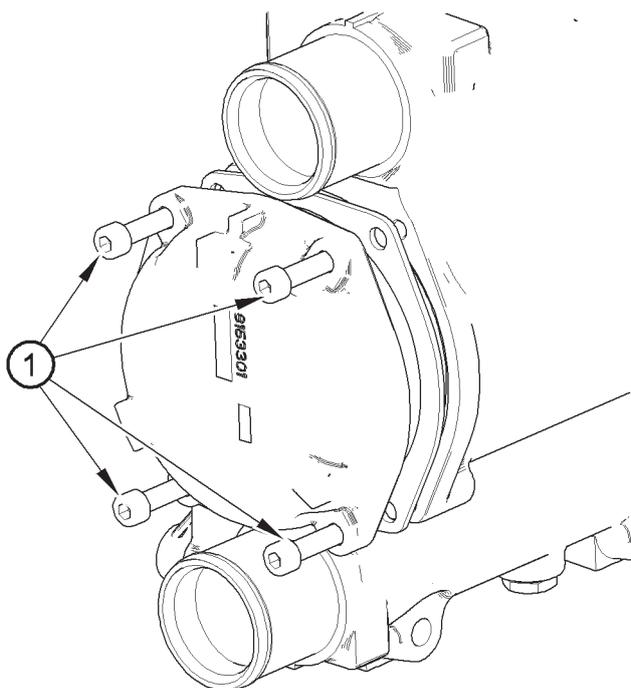

Figura 15
5. Rimuovere il tappo terminale svitando i bulloni (figura 15 voce 1).